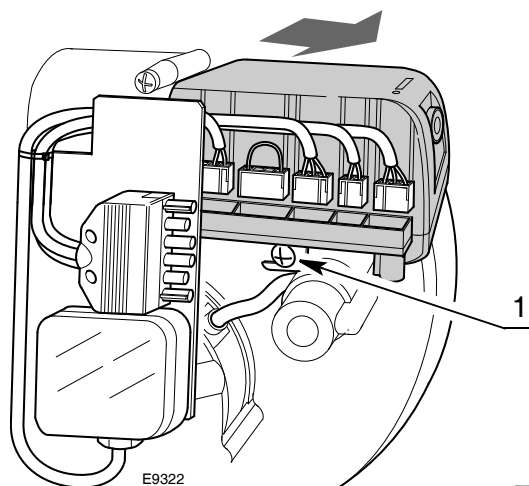

图 14
- 断开与之相连的所有连接插头，包括 6 针插头，高压电缆和接地线 (TB)；
- 拧松螺丝 1) (图 14)，按箭头方向拉出控制盒。
- 用紧固扭矩为 1 ? .2 Nm 的扳手拧紧螺丝 1) (图 14)；